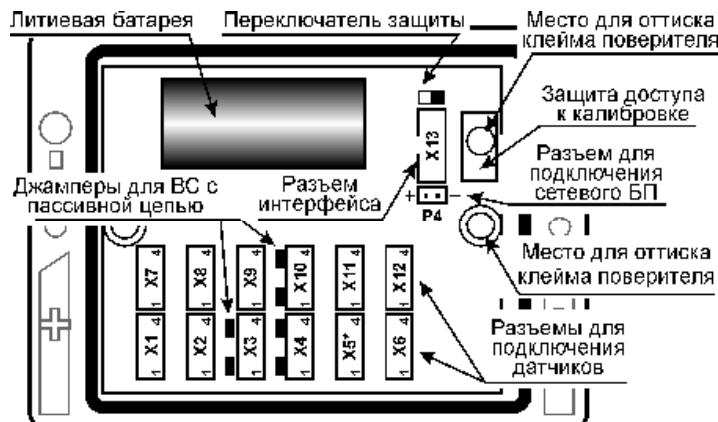
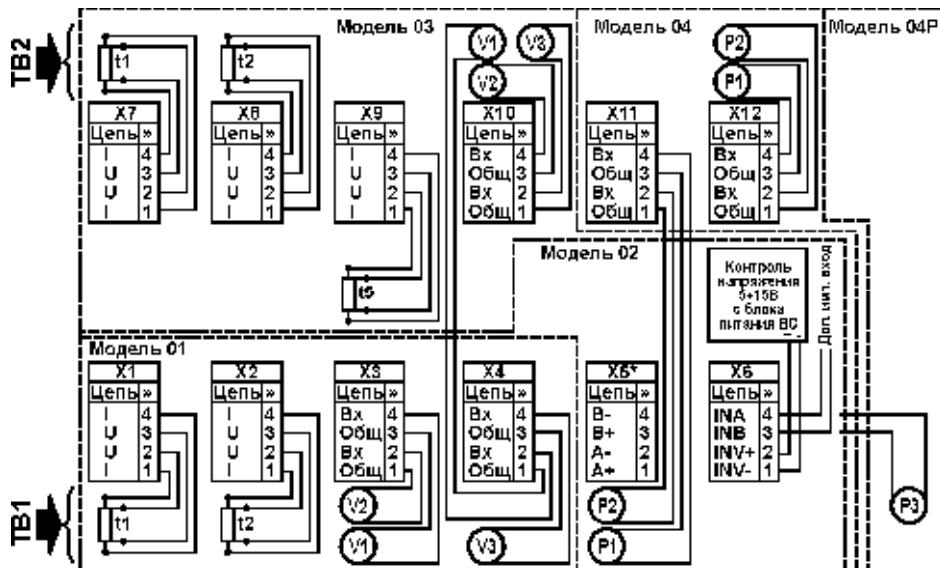

Рис. 5.3 – Вид снизу на снятую крышку ВКТ-7
Рис. 5.4 – Схема подключения датчиков к разъемам ВКТ-7
Контроль наличия сетевого питания в вычислителях организован путем подачи напряжения 5...15 В на контакты 1 и 2 разъема X6 (рис. 5.4). Вход контроля имеет гальваническую развязку. Максимальное значение тока потребления не превышает 15 мА.
- от блока питания одного из расходомеров (см. схему подключения рис. 5.4);
При установке сетевого блока питания исполнения 02 в качестве сигнала контроля сетевого питания используется непосредственно напряжение питания 3,6В, подаваемое на разъем P4 (см. рис. 5.3). Напряжение на разъеме X6 в данном случае игнорируется.
В случае пассивного типа выхода следует установить перемычку (джампер), показанную на рис. 5.3 слева от соответствующего разъема X3, X4 и X10, а при активном – снять ее.
Разъемы для подключения внешних цепей находятся на модуле в вехней части ВКТ-7. Размещение разъемов приведено на рис. 5.3, а схема подключения датчиков – на рис. 5.4. При поставке ВКТ-7 ответные части разъемов и джамперы установлены.
- убедиться, что левее каждого из имеющихся на модуле (установлен на крышке корпуса) разъемов X3, X4 и X10 установлены джамперы (рисунок 5.3). В противном случае джамперы следует установить, взяв их из состава поставки комплекта соединителей;
- при автоматизированной поверке убедиться, что в вычислителе установлен адаптер RS232 или универсальный адаптер RS485/RS232. В противном случае (установлен адаптер RS485 или адаптер отсутствует) следует подключить к разъему X13 (рисунок 5.3) адаптер RS232, взяв его состава поставки комплекта соединителей.